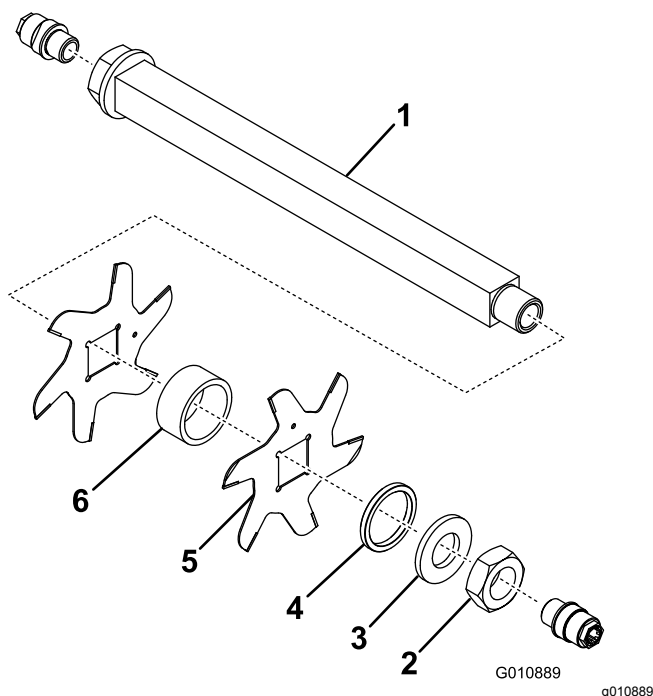

Рисунок 14
3. Снимите малый разделитель, шайбу, ножи и большие разделители. Очистите и смажьте квадратный вал небольшим слоем смазки, чтобы облегчить сборку (Рисунок 14).